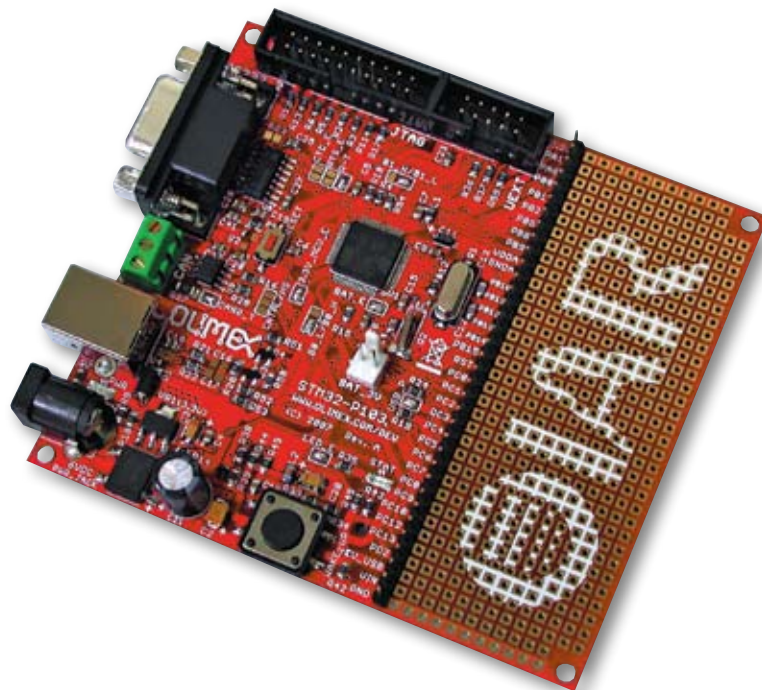

Рис. 2. Отладочная плата STM32-P103
**STM32-P103** — лабораторная отладочная плата на базе микроконтроллера STM32F103RBT6 с ядром Cortex-M3 (рис. 2). Это изделие является хорошей стартовой платформой для изучения возможностей нового семейства микроконтроллеров.